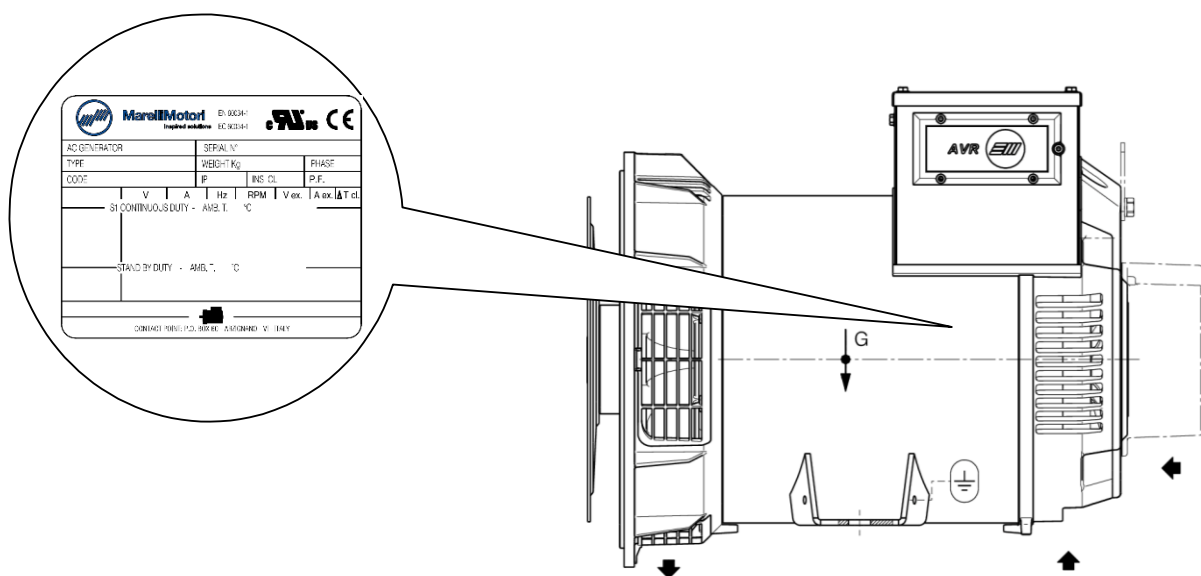

Fig. 18
3. Quitar la parte adhesiva del soporte y aplicarla como se indica en la fig. 18 presionando con un rodillo de goma para que se adhiera mejor.